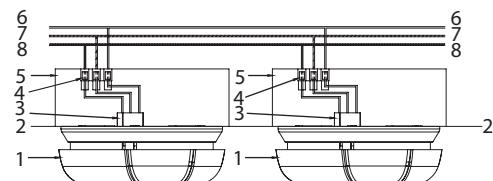

Fig. 6
- Forbind ledningerne fra strømstikket til dåsen i loftet - se fig. 6 & 7